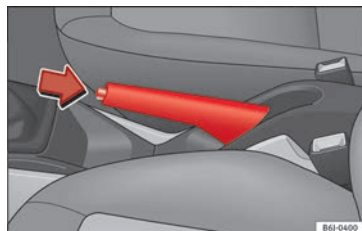

Fig. 157 Freno de mano entre los asientos delanteros.
– Tire con fuerza de la palanca del freno de mano hacia arriba » **fig. 157**.
– Tire ligeramente de la palanca hacia arriba, presione el botón de desbloqueo en la dirección de la flecha » **fig. 157** y baje completamente la palanca » **△**.